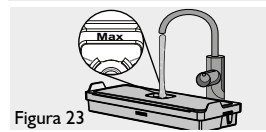

Figura 23
- Llénelo en un grifo con agua, este dispositivo está diseñado únicamente para el uso de agua potable. (Figura 23)